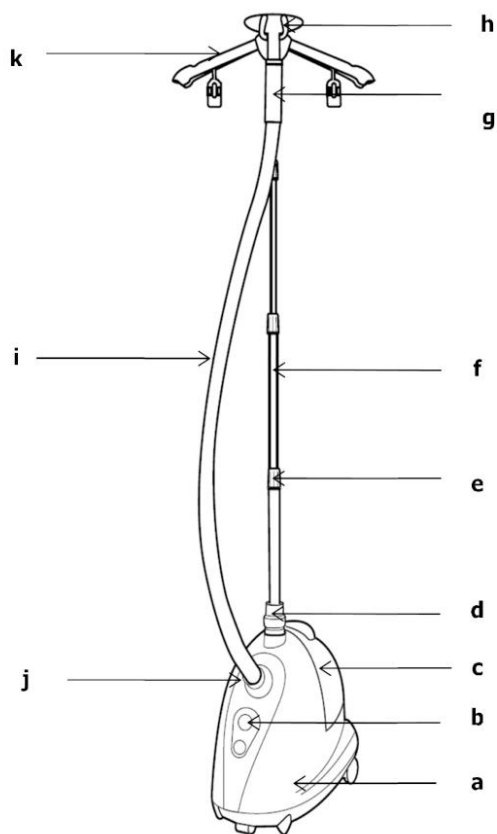

fig.1
2. Appendere la bocchetta del vapore all'apposito supporto/gancio. (fig.1)